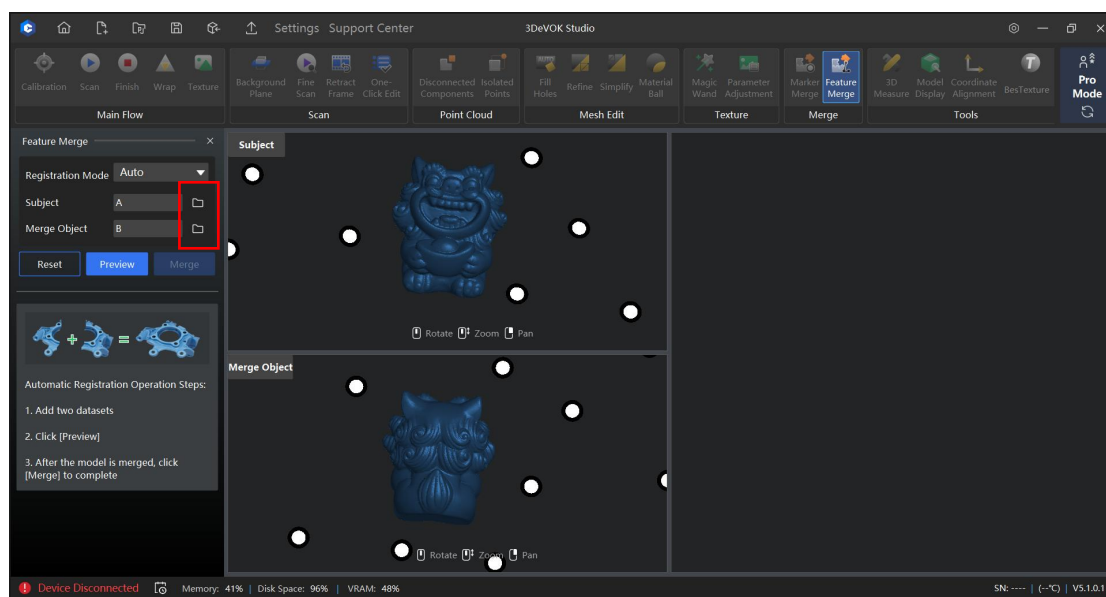

图 9-2 在特征拼接功能中导入点云工程
3. 将点云工程 A 和点云工程 B 分别导入左侧的两个窗口中（点击红色框处的按钮分别导入），如图 9-2 所示；